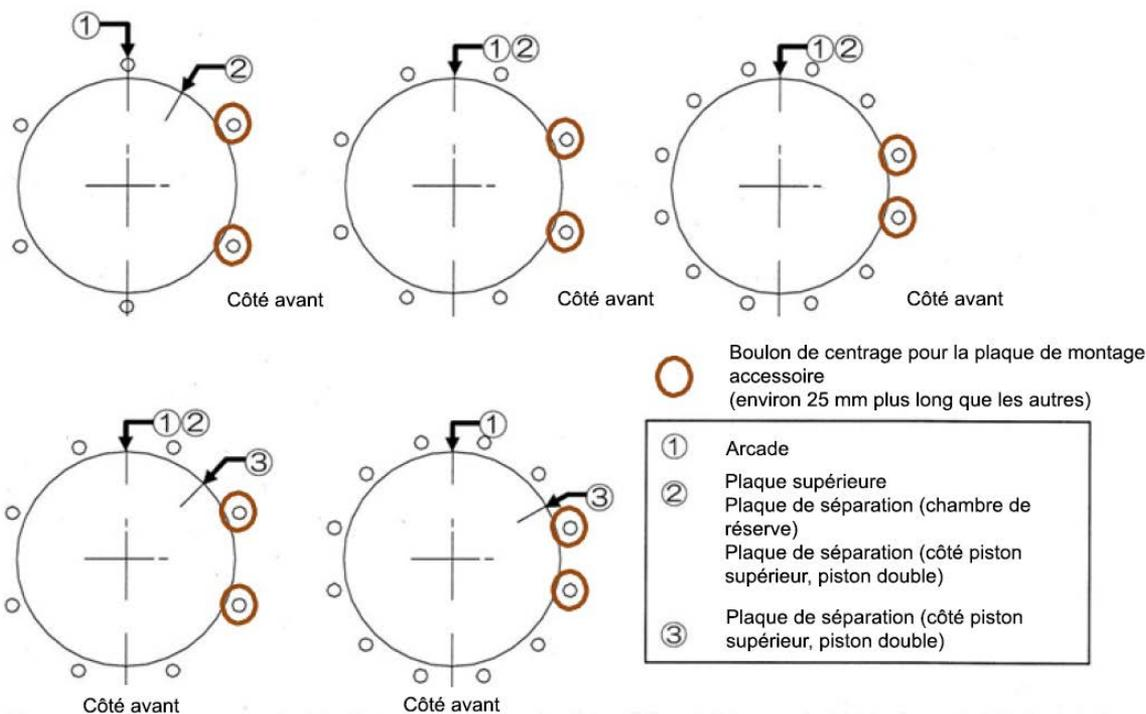

Figure 17 - Position des boulons de centrage
10. Mettez en place un racleur de tige (34) neuf. Appliquez une couche de graisse de silicone (ou équivalent) sur le racleur de tige.
11. Remettez en place le sous-ensemble ressort, le tube de ressort (7), la plaque de séparation (13), le sous-ensemble piston (15).
12. Placez un joint torique (21) neuf sur la plaque supérieure (17), puis un joint torique (21) et une bague de guidage (16) neufs sur le sous-ensemble plaque de piston (15). Appliquez une couche de graisse de silicone (ou équivalent) sur les joints toriques et sur la bague de guidage.
13. Remettez en place le tube de vérin (14) et la plaque supérieure (17) par un mouvement uniquement axial. Appliquez une couche de graisse de silicone sur la surface intérieure du tube de vérin.
14. Assurez-vous que les raccordements d'air sont correctement positionnés. Placez les boulons de centrage dans les trous de la plaque supérieure et de l'arcade. Installez les rondelles à ressort et les écrous, en les serrant légèrement à la main. Installez les rondelles à ressort et les écrous sur le côté inférieur de l'arcade, en les serrant à la main. Assurez-vous que la position des boulons de centrage (mesurant environ 25 mm de plus que les autres) de la plaque de montage accessoire, si elle est présente, correspond à celle indiquée dans la Figure 17.